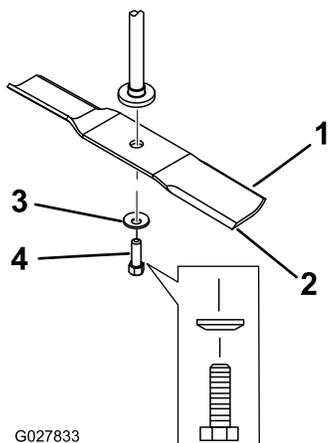

Figura 65
2. Retire a cavilha da lâmina, a anilha curva, e a lâmina do eixo (**Figura 65**).
- Instale lâmina no eixo (Figura 65).
- Instale a anilha curva (lado oval virado para a lâmina) e o parafuso da lâmina (Figura 65).